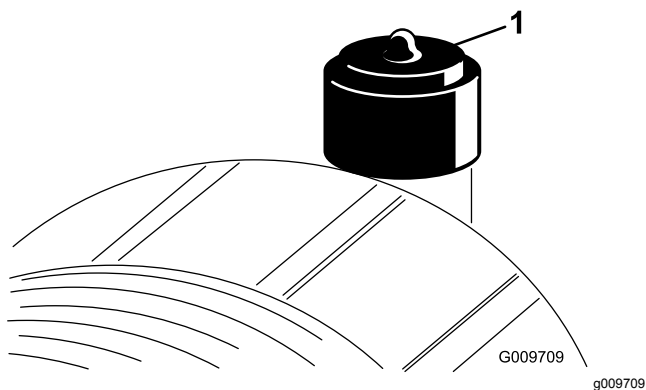

Рисунок 56
Обслуживание фильтра воздухоочистителя следует производить только при соответствующих показаниях индикатора необходимости технического обслуживания (Рисунок 56). Более частая замена воздушного фильтра (без необходимости) ведет лишь к повышению вероятности попадания грязи в двигатель при снятии фильтра.
2. Сбросьте показание индикатора (Рисунок 56) при наличии сигнала красного цвета.